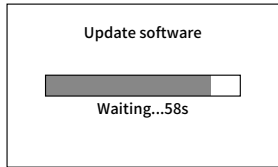

Рисунок 1-4
- ① С помощью USB-кабеля подключите прибор к соответствующему разьему компьютера.
- ② При выключенном приборе нажмите и удерживайте клавиши , , и включите выключатель питания. На экране отобразится обратный отсчет времени до обновления (рис. 1-4).